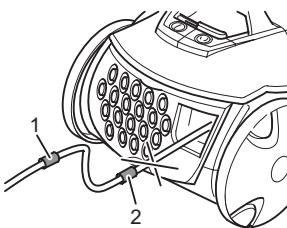
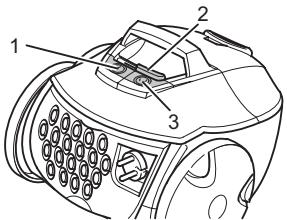

Abb. 10
Abb. 11
2. Ziehen Sie das Kabel am Stecker bis zur gelben Markierung (Abb. 10/1) heraus.
Falls die rote Markierung (Abb. 10/2) sichtbar ist, ziehen Sie das Kabel mithilfe der Kabelaufrolltaste (Abb. 11/3) wieder bis zur gelben Markierung ein. Ansonsten kann das Kabel abreißen. Es besteht die Gefahr eines elektrischen Schlages.
3. Schalten Sie den Bodenstaubsauger am Ein-/Ausschalter (Abb. 11/1) ein.
4. Stellen Sie die Saugleistung am Saugleistungsregler (Abb. 11/2) ein.